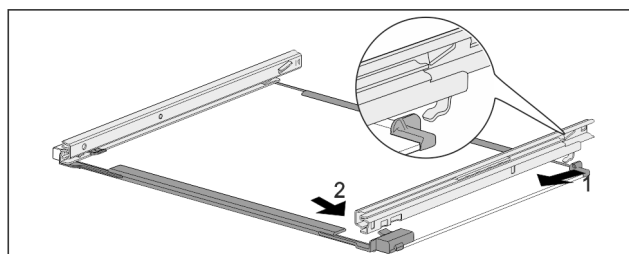

Fig. 228 Placa de sticlă cu șine
- ▶ Agățați șina în partea din spate. Fig. 228 (1)
- ▶ Înclicetați șina în partea din față. Fig. 228 (2)